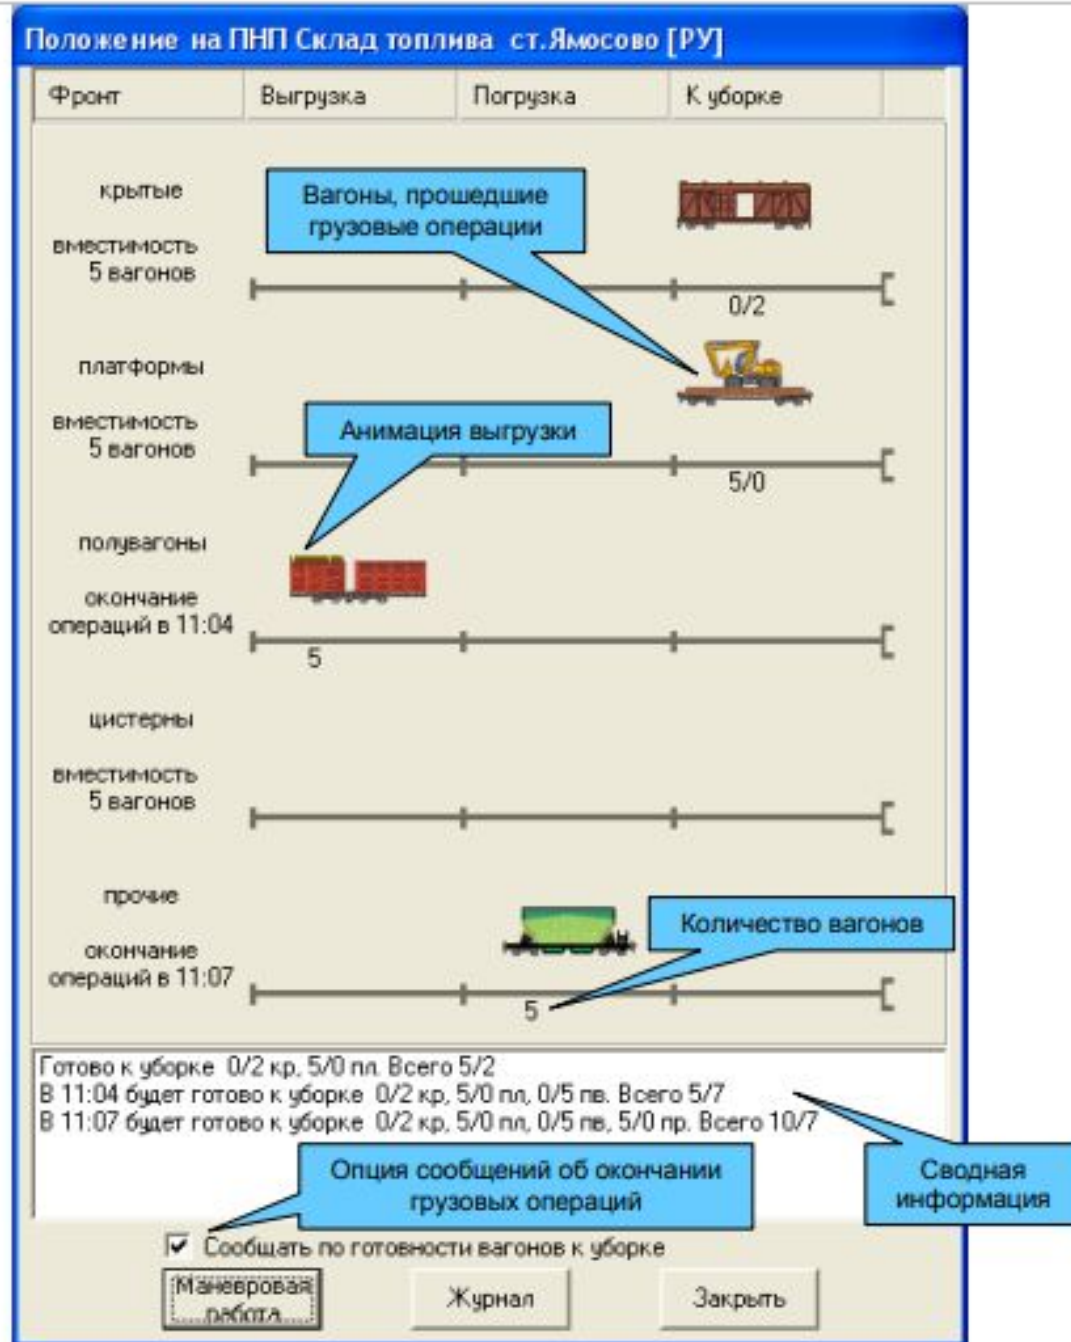

Рис.4 Окно «Положение на ПНП».
- «Положение» – вызывает окно «Положение на ПНП» (рис.4);
Окно «Положение на ПНП» (рис.4) служит для получения информации о положении на ПНП. Окно имитирует процесс общения игрока с работниками ПНП и позволяет планировать маневровую работу по подаче и уборке вагонов.
- Закрывать – закрывает окно положения на ПНП (Рис.4).